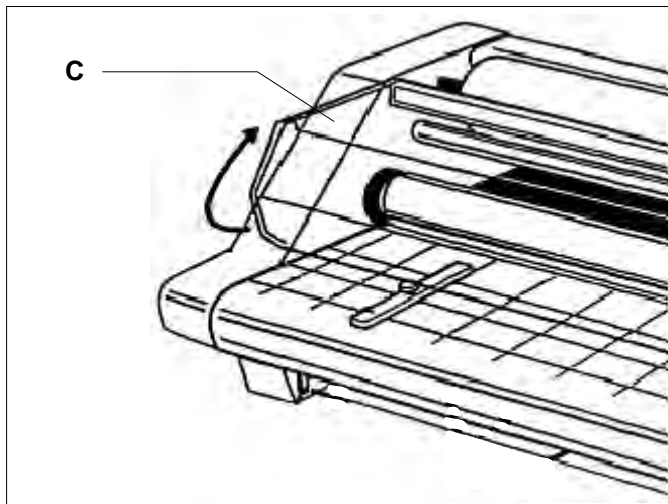

Fig. 4
**C. SAFETY SHIELD:** (Fig. 4) Prevents entanglement, entrapment and inadvertent contact with the heat rollers. **The laminator will operate only when the Safety Shield is located in the fully locked position. Power to the motor is removed when the shield is raised.**
**C. SCHERMO PROTETTIVO:** (fig. 4) Previene aggrovigliamenti, impigliamenti e contatti involontari con i rulli di riscaldamento. **La plastificatrice funzionerà solo se lo schermo protettivo si trova in posizione abbassata. L'alimentazione dei motori viene interrotta quando lo schermo viene sollevato.**
**C. SCHUTZSCHILD:** (Abb. 4) Schützt gegen verheddern, hängen bleiben und unabsichtliches Berühren der Heißwalzen. **Das Laminiergerät funktioniert nur, wenn der Schutzschild vollständig eingerastet ist. Bei Anheben des Schutzschields wird die Stromzufuhr zum Motor ausgeschaltet.**
**C. BESCHERMKAP:** (afb. 4) Voorkomt vastzitten, vastlopen en onopzettelijk contact met de warmerollers. **De laminator werkt alleen als de beschermkap volledig vergrendeld is (volledig naar beneden geklapt). Zodra de kap omhoog wordt gezet, wordt de netvoeding uitgeschakeld.**
**C. CAPOT DE SÉCURITÉ :** (Fig. 4) Empêche l'enchevêtrement, la saisie et le contact accidentel avec les rouleaux chauffants. **Le plastifieuse ne peut fonctionner que si le capot de protection est en position verrouillée. Le courant est coupé lorsque le capot est soulevé.**
**C. ESCUDO DE SEGURIDAD:** (Fig. 4) Evita las obstrucciones, los atascos y el contacto inesperado con los rodillos térmicos. **El laminador operará únicamente cuando el Escudo de Seguridad esté completamente enganchado. La corriente en el motor se desconecta al alzar el escudo.**